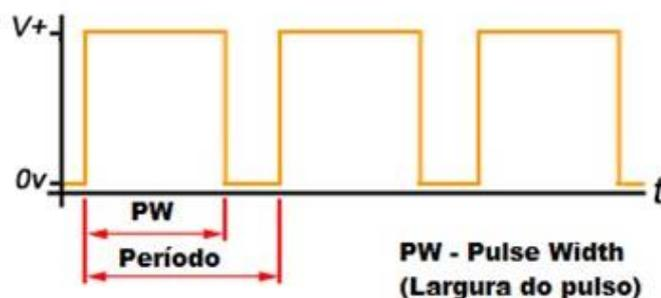

Figura 5.7: PWM de onda quadrada.
Sendo assim, dois parâmetros são analisados, a largura do pulso ON (PW) e o período, conforme ilustrado na figura 5.7: